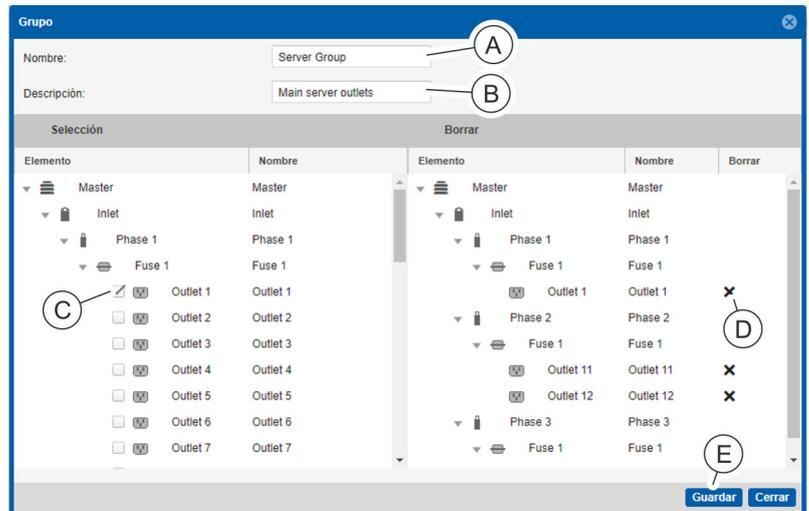

Fig. 113: Ventana "Grupo"
⇒ Se abre la ventana “Grupo” (Fig. 113).
4. ➔ En la ventana "Grupo", introduzca un nombre (Fig. 113/A) y, si es necesario, una descripción del grupo (Fig. 113/B).
5. ➔ En la columna izquierda, seleccione enchufes hembra individuales marcando la casilla de verificación correspondiente (Fig. 113/C).
6. ➔ En caso necesario, borre determinados enchufes hembra con el botón **x** (Fig. 113/D) de la columna derecha.
7. ➔ Pulse el botón "Guardar" para guardar un grupo de enchufes hembra (Fig. 113/E).